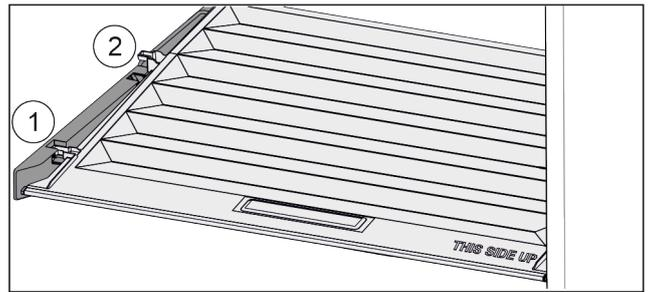

Fig. 134
- ▶ Deckel bis zur Öffnung in den Halteteilen nach vorne ziehen Fig. 134 (1).
- ▶ Hinten von unten anheben und nach oben wegnehmen Fig. 134 (2).